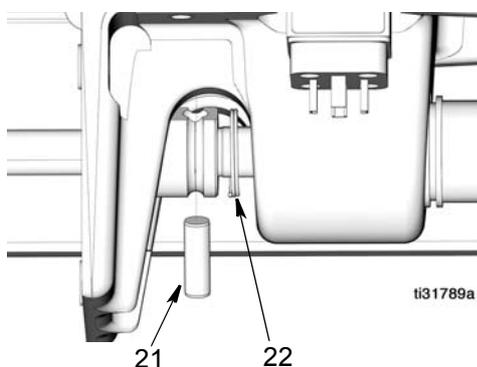

FIG. 14
4. Retire el resorte de retención (22) del pasador (21) y quite el pasador (FIG. 14).